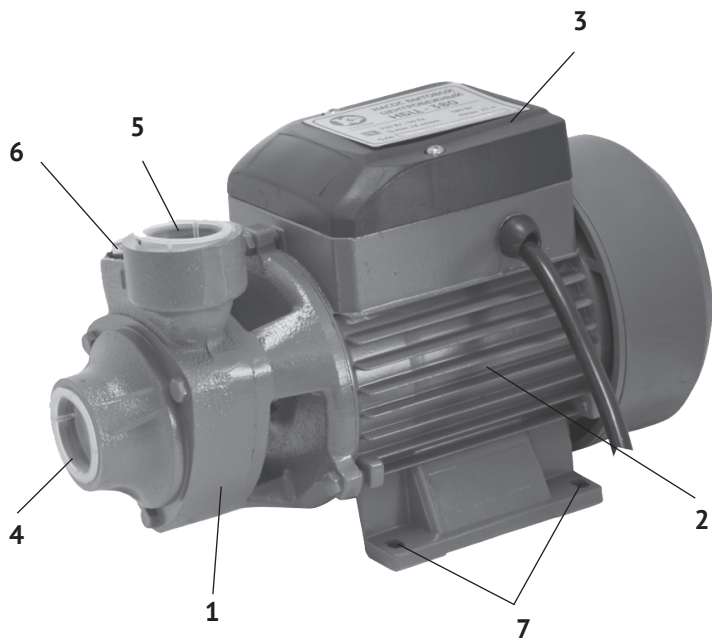

рис. 1
Насос – гидравлическая машина, преобразующая механическую энергию приводного двигателя в энергию жидкости, обеспечивающую её движение. Привод насоса осуществляется однофазным асинхронным двигателем переменного тока (рис.1 поз.2). На якорь двигателя крепится латунное рабочее колесо (крыльчатка) насоса, расположенное в металлическом корпусе (рис.1 поз.1). На корпусе насоса стрелкой указано направление вращения рабочего колеса. Входное (всасывающее рис.1 поз.4) и выходное (нагнетающее рис.1 поз.5) отверстия имеют внутреннюю резьбу 1 дюйм. В комплект поставки входят 2 штуцера для присоединения труб (шлангов) с резьбой 3/4".
1.6 Общий вид насоса представлен на рис.1
- для уменьшения вибрации рекомендуется закрепить насос (болтами, саморезами), используя 4-е отверстия в лапках опоры (рис.1 поз.7);
- после электрического подсоединения, блок управления (рис.1 поз.3) должен быть плотно закрыт, чтобы избежать попадания в него влаги;
- выкрутить пробку заливного отверстия (рис.1 поз.б);